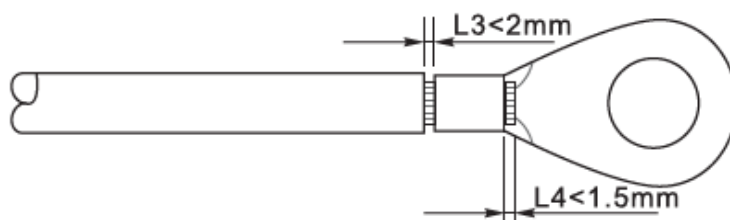

Figura 15 - Preparación del cable de tierra (2)
- 2) Introducir los hilos expuestos en la terminal OT y unirlos usando una crimpadora como la que se muestra en la Figura 15.